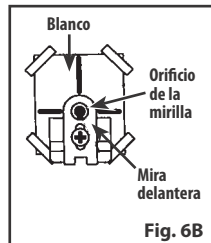

Fig. 6B
5. Al usar la mirilla, la pistola de aire está apuntada correctamente cuando la hoja de la mira delantera está posicionada exactamente en el centro de la mirilla de la mira trasera (Fig. 6B).